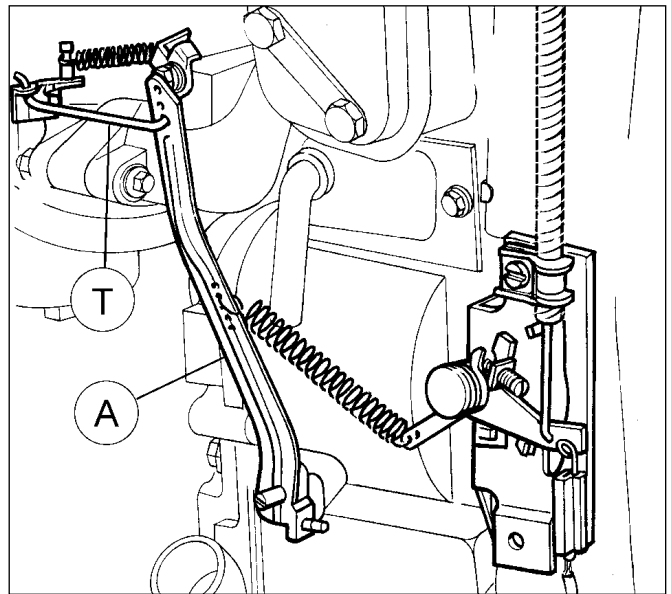

Abb. 12
BHG- und HBP/G-Motoren werden hauptsächlich in Generatoren eingebaut und laufen daher für gewöhnlich mit einer festen Drehzahl von 3.000 Umin-l (Abb. 12).
- Der Fliehkraftreglerarm **A** ist im oberen Teil mit drei Löchern versehen. Die Drosselklappenreglerstange (**T**) ist im unteren dieser drei Löcher befestigt (Abb. 12).
- Der untere Teil des Arms ist mit 9 weiteren Löchern versehen. Die lange Reglerfeder ist in das zweite Loch (3.000 Umin-l) eingehakt. Das gegenüberhorizontale Federende ist in das dritte Loch des Stellhebels (Abb. 12) eingehakt.